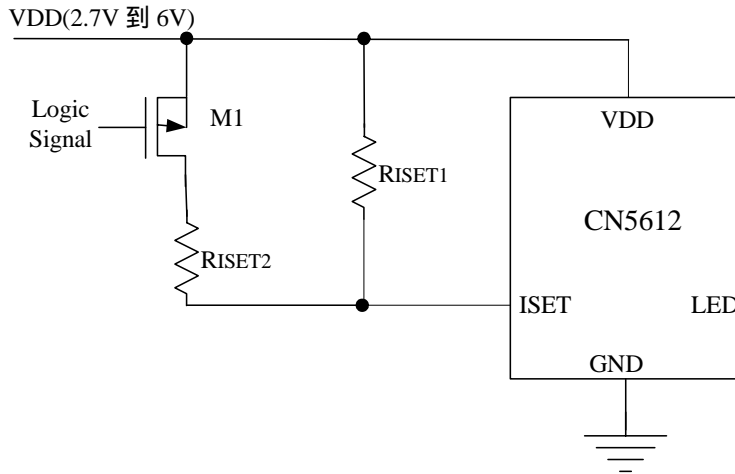

图6 用逻辑信号调整亮度
2. 用逻辑信号调整发光二极管的亮度（如图6所示）
如果只需要分几个档次来调整发光二极管的电流，可以用逻辑信号来实现，图6示出了分两个档次来调整发光二极管的电流的电路。 R_{ISET1} 设置了流经LED管脚的最小电流（当P沟道场效应晶体管关断时，即逻辑信号为高电平的情况）。 R_{ISET2} 设置了流经LED管脚的的电流的增加量（逻辑信号为低电平）。